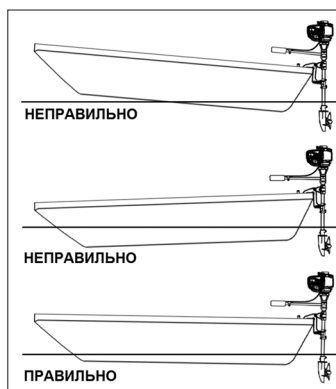

Рис. 13 Правильная установка угла дифферента
4. Опустите лодочный мотор в рабочее положение. При правильной установке обеспечивается стабильный ход лодки, достигаются оптимальные эксплуатационные характеристики, и сводится к минимуму усилие управления румпелем. Положение болта изменения наклона нужно регулировать так, чтобы при движении лодки на полной скорости подвесной лодочный мотор был перпендикулярен к поверхности воды. Это позволяет вести лодку параллельно поверхности воды (Рис. 13). Расположите груз и пассажиров в лодке так, чтобы равномерно распределить вес.